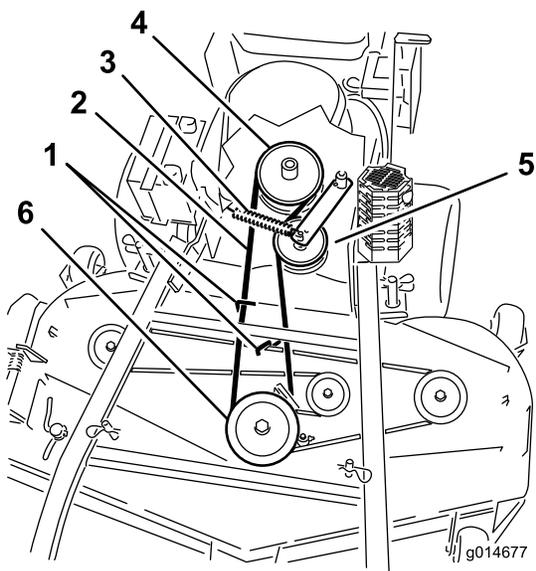

Figura 52
- Retire la correa de la polea central de la carcasa del cortacésped (Figura 52).
- Retire la correa de la polea del motor y la polea tensora tensada con muelle (Figura 52).
- Instale la nueva correa en la polea del motor y la polea tensora tensada con muelle (Figura 52).
- Coloque la correa en la polea central de la carcasa del cortacésped (Figura 52).
- Ajuste la guía a una distancia de 3 mm (1/8 pulg.) de la correa (Figura 52).